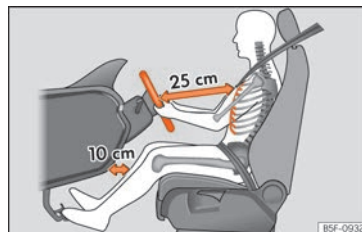

Fig. 87 Distancia correcta entre el conductor y el volante.
- Ajuste el volante de modo que quede una distancia mínima de 25 cm entre el volante y el tórax »» **fig. 87.**
- Coloque el asiento del conductor de forma que quede una distancia mínima de 25 cm entre el tórax y el centro del volante »» **fig. 87.** Si la distancia es inferior a los 25 cm, el sistema de airbags no puede protegerle correctamente.